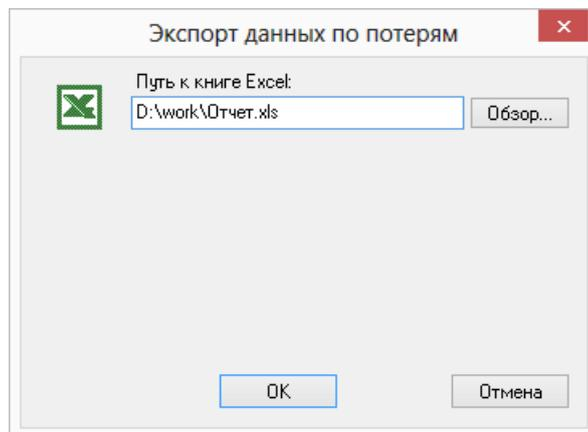

Рисунок 14.7. Экспорт результатов в Excel
2. В появившемся окне (Рисунок 14.7. «Экспорт результатов в Excel») нажмите кнопку Обзор... и укажите в открывшемся диалоге выбора файла каталог и название файла для сохранения книги Excel.